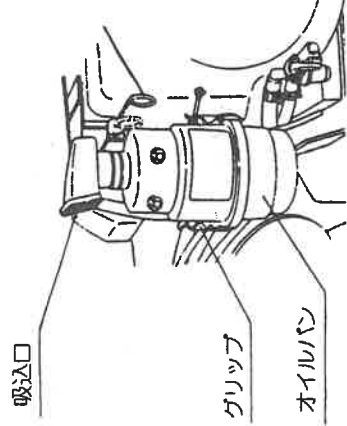

図36
① グリップを外し、オイルパンおよびエレメントを取外してください。(図36)
④ エアクリリーナの吸込み口をホコリの少ない方向(ハンドル側)に向けてください。(図36)